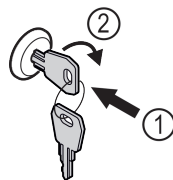

Fig. 151
- ▶ Sleutel erin duwen Fig. 151 (1).
- ▶ Sleutel 90° rechtsom draaien Fig. 151 (2).